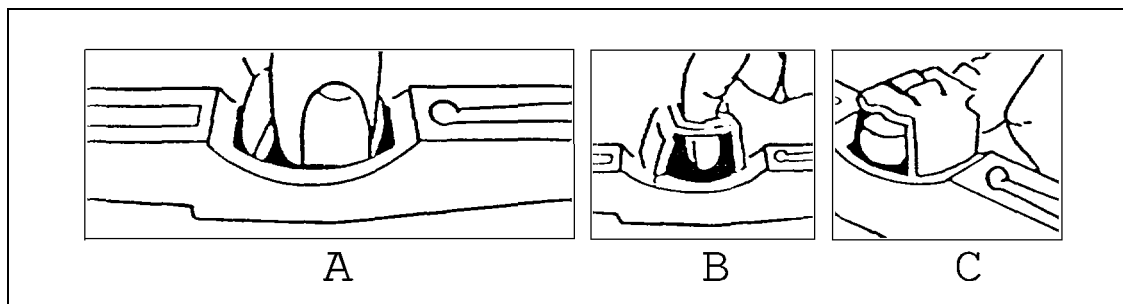

Figura 4.4.4
1. Probar la posición del tensor y elegir una de las tres que se ven en la Figura 4.4.4, a, b o c.
3. Colocar el tensor flojo sobre la correa a tensar y apretarlo lentamente sobre la correa con *un solo* dedo como se ve anteriormente (Figura 4.4.4, a, b o c).